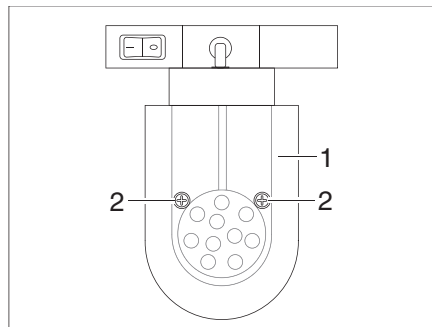

Bild 281 LED-Spotleuchte (verschiebbar)
- Befestigungsschrauben (Bild 281,2) lösen.
- Lampenglas (Bild 281,1) vorsichtig abnehmen.